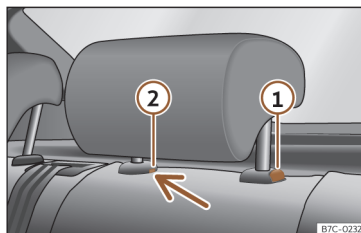

Fig. 99 Encostos de cabeça traseiros desmontagem.
- Pressione o botão >>> Fig. 99 ①, pressionando ao mesmo tempo através do orifício da trava de segurança ② com uma chave de fendas plana com um máximo de 5 mm de largura e retire o encosto de cabeça.